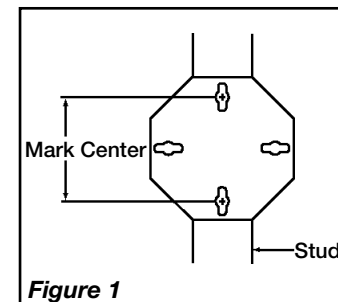

Figure 1
3. Installer les deux vis, non comprises (vis à bois #8 x 3,2 cm ou des vis équivalentes, NON-COMPRISES – à acheter séparément) à chaque emplacement marqué précédemment. (Figure 1)
- Install a Screw (#8 x 1-1/4" Wood Screw or equivalent (2x)), NOT SUPPLIED - must be purchased separately), in each marked location. (Figure 1)